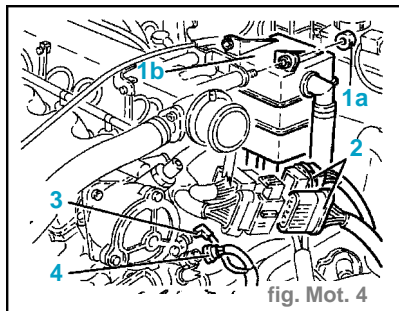

fig. Mot. 4
- Dévisser les écrous (1a) et déplacer latéralement le séparateur des vapeurs d'huile (1b) ainsi que ses tubulures. (fig. Mot. 4)